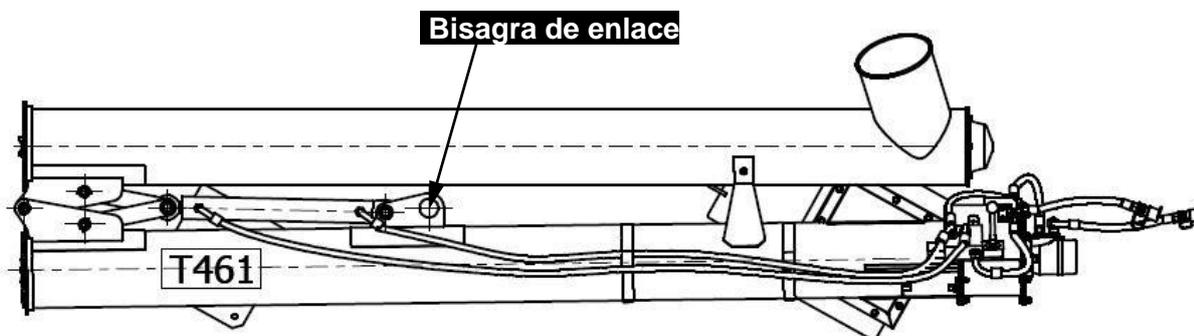

Figura.3 Preparación del sinfín transportador para la instalación en el remolque.
- usar equipos de elevación como grúas, montacargas, cargador frontal y/o correa de elevación con una capacidad de carga de 1000 kg para elevar el transportador. El anclaje se muestra en la Figura 3 - Deslice el transportador uniformemente en ambos lados, manteniéndolo paralelo al remolque. Fíjese que nada en el remolque bloquee el accionamiento del tornillo sinfín. **NOTA: ¡Después de insertar los carriles transportadores debe mantener suspendida la máquina hasta completar el proceso de instalación!**